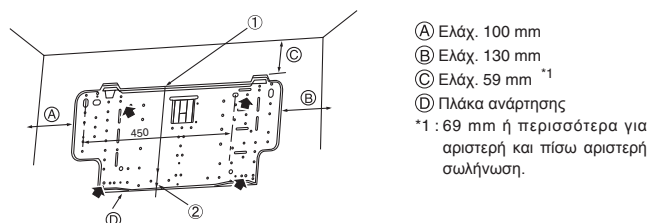

Fig. 3-3
► Το εξάρτημα της βάσης για τη στήριξη της μονάδας πρέπει να στερεώνεται στα δύο άκρα όσο και στο κέντρο. Ποτέ μη το στερεώνεται σε ένα μόνο σημείο ή με ασύμμετρο τρόπο. (Εάν είναι δυνατό, στερεώστε το εξάρτημα σε όλες τις θέσεις που δείχνονται με τα έντονα βέλη.) (Fig. 3-3)